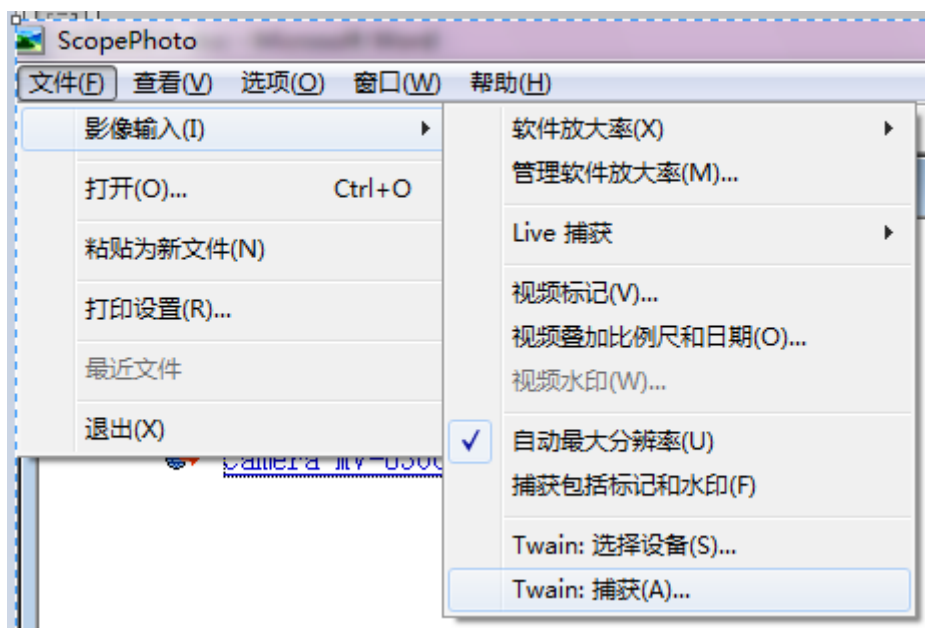

图 5.6 Scope photo 中使用 Twain 设备进行图像捕获
3. 点击“文件”菜单，选择 “影像导入” 后，再点击 “Twain:捕获(A)...”，如图 5.6 所示。点击后，弹出相机的 TWAIN 采集预览窗口，如图 5.2 所示。